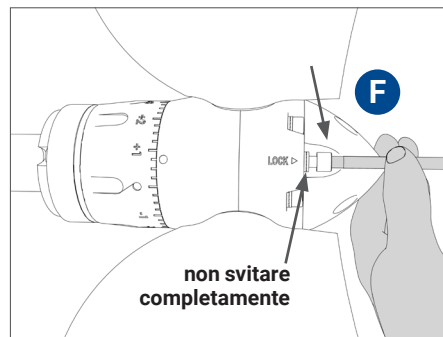

FIG. 24 | Allentamento vite di fermo
- Svitare la vite di fermo (indicata con **F** in **Fig. 24**) per 5-6 giri, questo permetterà di regolare il passo senza rischio di perdere la vite in acqua (n.b. a 10 giri la vite si estrae completamente dall'elica con rischio di perderla).